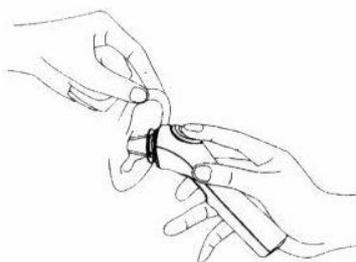

Figure 6.22
7. Fixez la tête du patient, placez la sonde dans l'oreille vers le tympan, ou appuyez sur la sonde sur de la peau, puis appuyez sur le bouton «Mesure ». Ouvrez la touche après avoir écouté le tic-tac en 2 secondes. (voir figure 6.22)